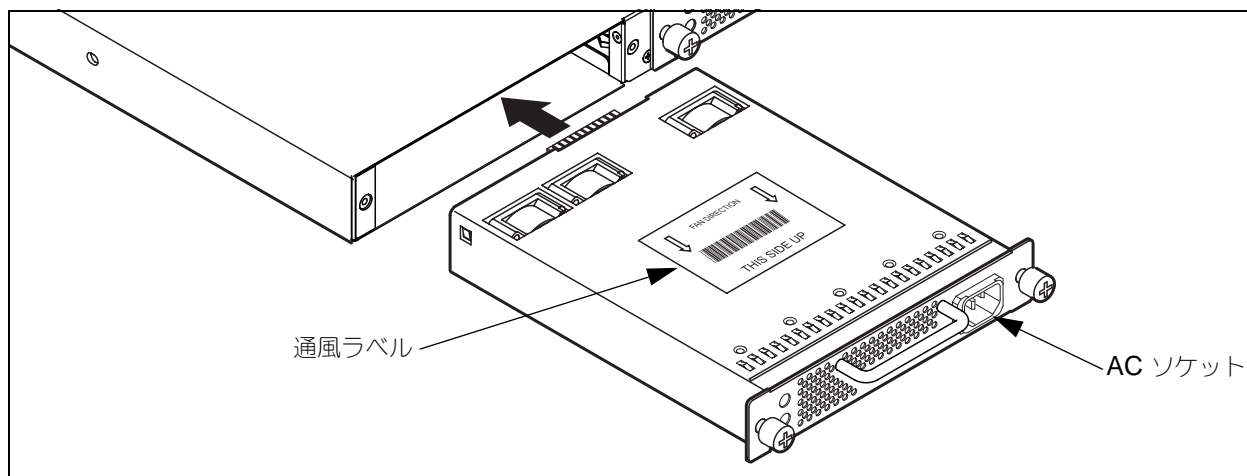

図 6-2. 電源の取り付け
2. 新しい電源が、スイッチの通風の方向と適合することを確認します。図 6-2 で示されるように、電源のパーツ番号のラベルに通風の方向が表示されています。